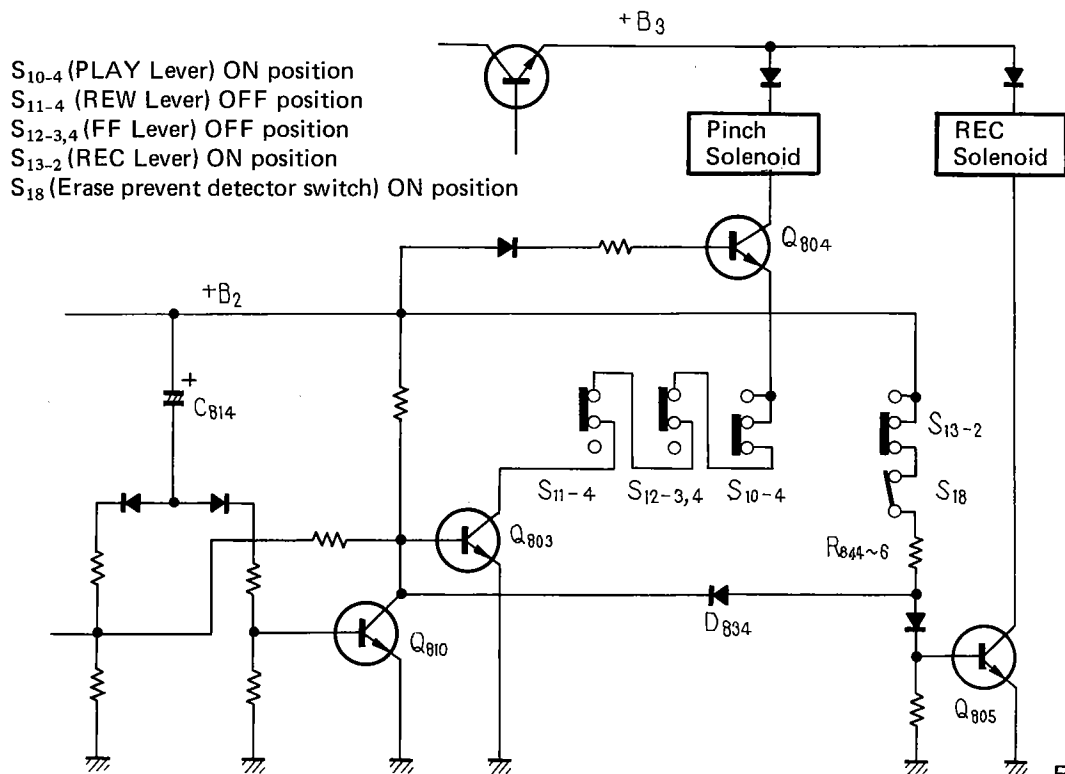

Fig. 9
6.9 UNATTENDED RECORDING (Fig. 9)